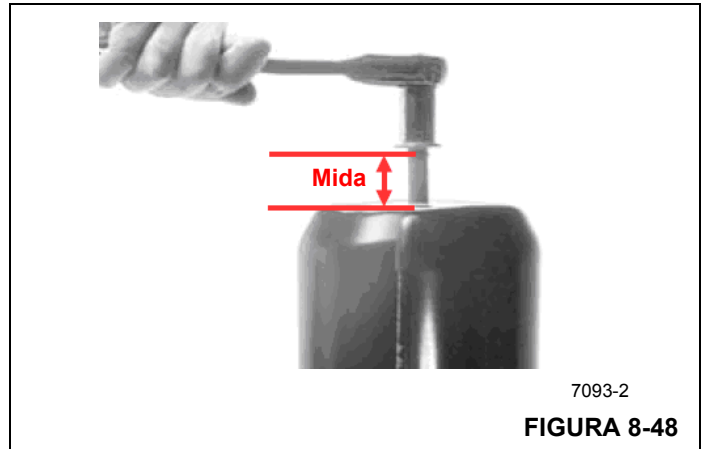

FIGURA 8-48
- El perno soldador tiene roscas dobles, lo cual reduce su recorrido en un factor de 2.4 en una máquina con carrera de 76 mm (3.00 pulg). Por ejemplo, el resorte de estacionamiento está completamente inmovilizado cuando el perno soldador se ha levantado aproximadamente 33 mm (1.3 pulg) de la posición de funcionamiento (Figura 8-48). Después de haber inmovilizado el